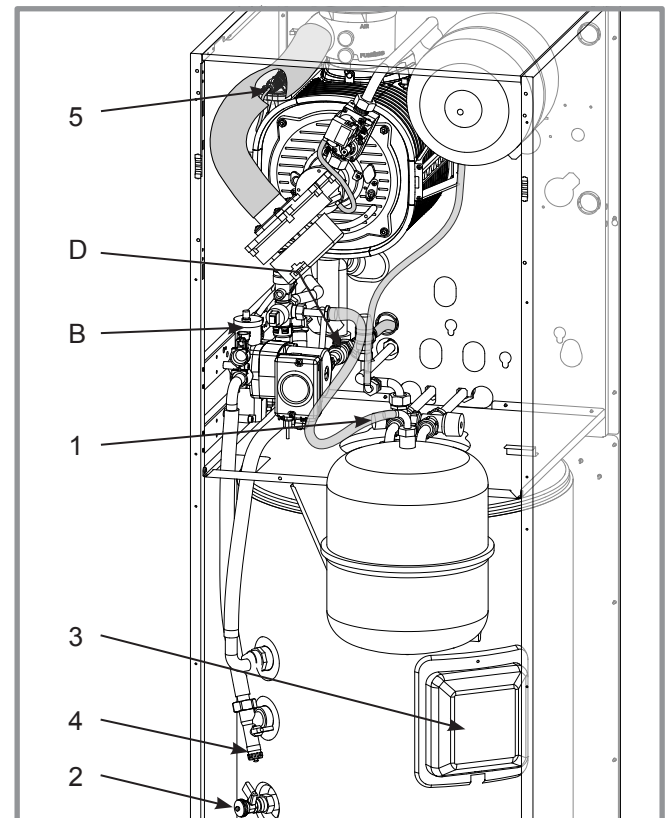

figure 52 - Vannes et purgeur
(*figure 52, page 45*, rep. 4).
- Ouvrir le purgeur de la chaudière (*figure 52*, rep. 5).